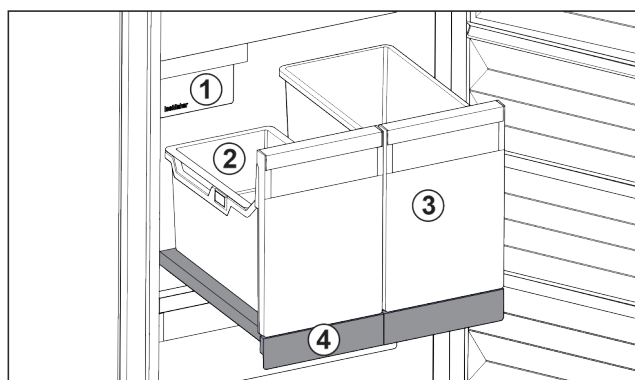

Fig. 193 Compartiment coulissant avec IceTower
Le compartiment coulissant comprend deux bacs hauts (IceTower). Le bac Fig. 193 (2) permet de recueillir et de stocker les glaçons de l'IceMaker. Les bacs Fig. 193 (3) sont conçus pour stocker des aliments hauts comme les pizzas et boissons alcoolisées.